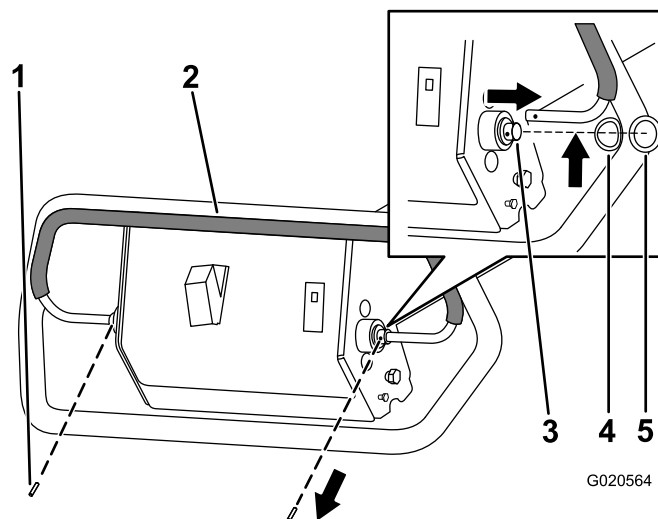

Figura 6
1. Retire el pasador elástico del extremo izquierdo de la barra de control de tracción (Figura 6).
2. Retire el pasador elástico del extremo derecho de la barra de control de tracción (Figura 6).
3. Levante el extremo izquierdo la barra de control de tracción, y muévela hacia la izquierda hasta que el extremo izquierdo del manillar quede libre del eje de giro (Figura 6).
4. Mueva la barra de control de tracción hacia la derecha para liberarla del eje de giro (Figura 6).
5. Retire la barra de control de tracción (Figura 6).